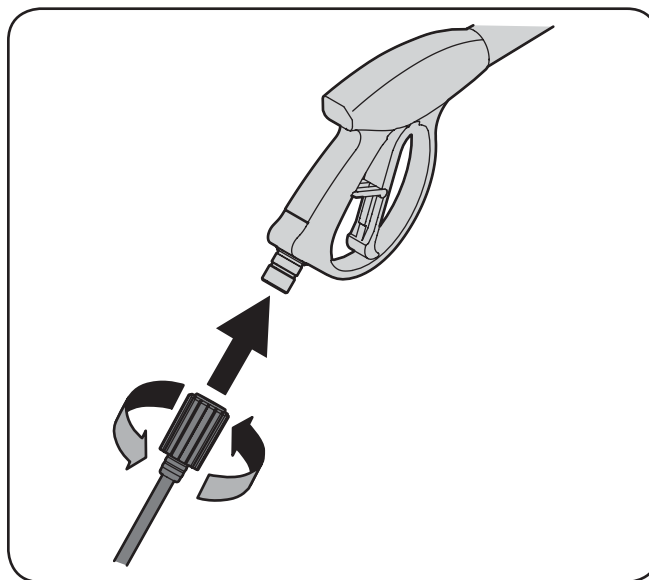

Figura 3-3
3. Conecte la manguera de alta presión a la manija del gatillo rociador enroscando la manguera a dicho rociador como se indica en la Figura 3-3.